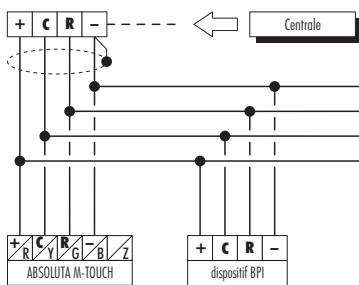

Figure 3 – Câblage.
2. Branchez les quatre fils du bus BPI entre la centrale de commande (+, C, R, -) aux bornes du clavier, comme indiqué sur la Figure 3.